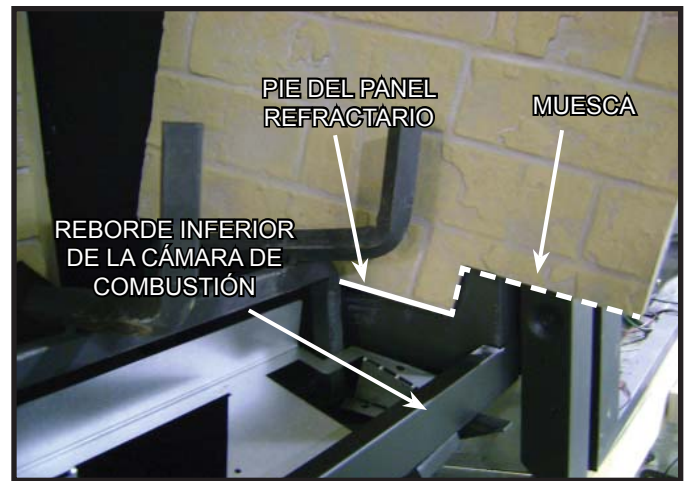

Figura 14.4
- Jale los cuatros pestillos y desmóntelos del surco en el marco del vidrio. Retire el conjunto de vidrio de la chimenea (vea la Figura 14.4).